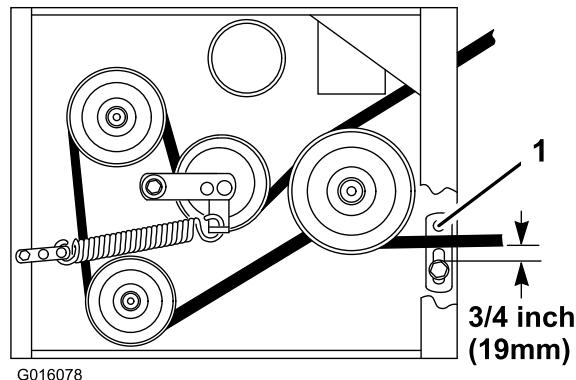

**Figure 45**
6. S'il n'est plus possible de régler le tendeur et que la courroie est encore détendue, il faut alors repositionner la poulie de tension arrière au trou central ou avant (Figure 45). Utilisez le trou qui donnera le réglage correct.
7. Lorsque la poulie de tension est déplacée, le guide de courroie doit l'être aussi. Placez le guide de courroie à la position avant (Figure 45).